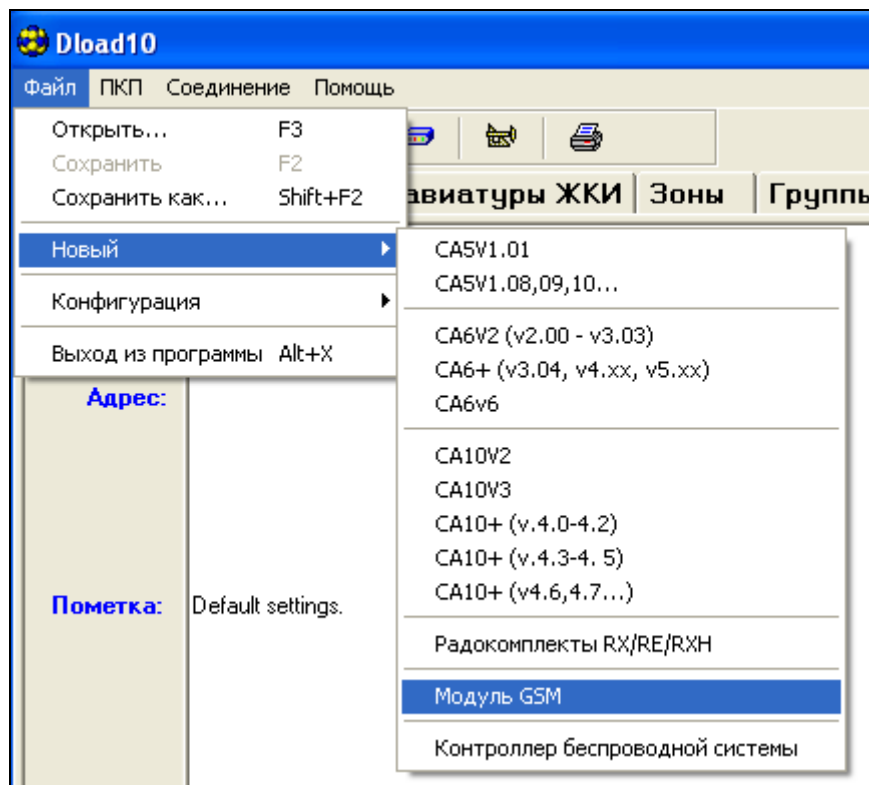

Рис. 6. Выбор модуля GSM после запуска программы DLOAD10.
2. В программе DLOAD10 в меню «Файл» сначала выбрать «Новый», затем «Модуль GSM» (см.: рис. 6).